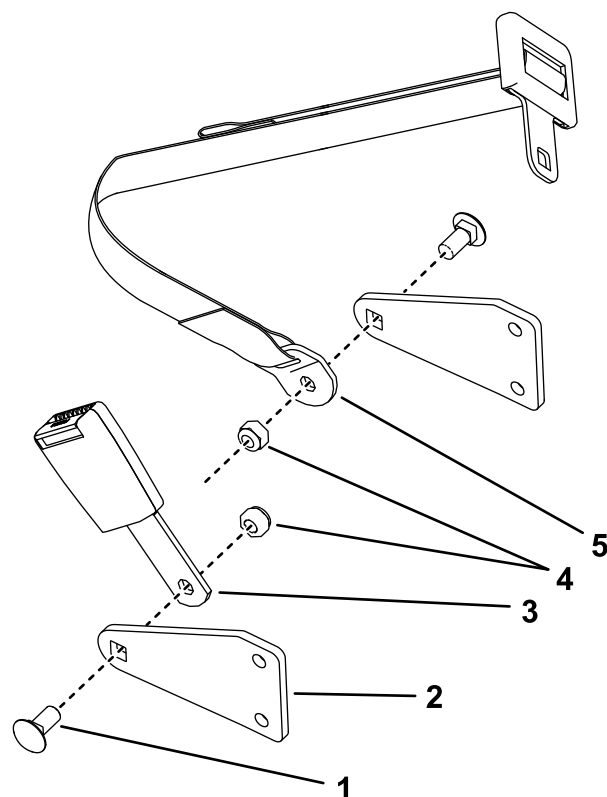

Figura 9
1. Instale a fivela e garfo do cinto de segurança no interior dos suportes do cinto de segurança com dois parafusos de carroçaria (7/16 x 1 pol.) e duas porcas de bloqueio (7/16 pol.), como se mostra na Figura 9.